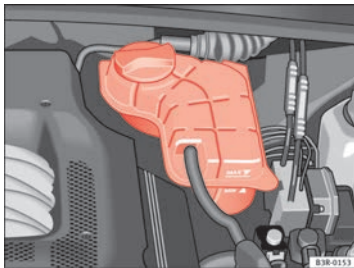

Abb. 168 Motorraum:
- Lesen Sie den Kühlmittelstand an dem Kühlmittel-Ausgleichsbehälter ⇒ Seite 236, Abb. 168 ab. Er muss bei kaltem Motor zwischen den Markierungen „min“ und „max“ liegen. Bei warmem Motor kann er auch etwas über der Markierung „max“ liegen.
- Legen Sie einen Lappen auf den Deckel des Kühlmittel-Ausgleichsbehälters ⇒ Seite 236, Abb. 168 und schrauben Sie den Deckel **vorsichtig** links herum ab ⇒ .